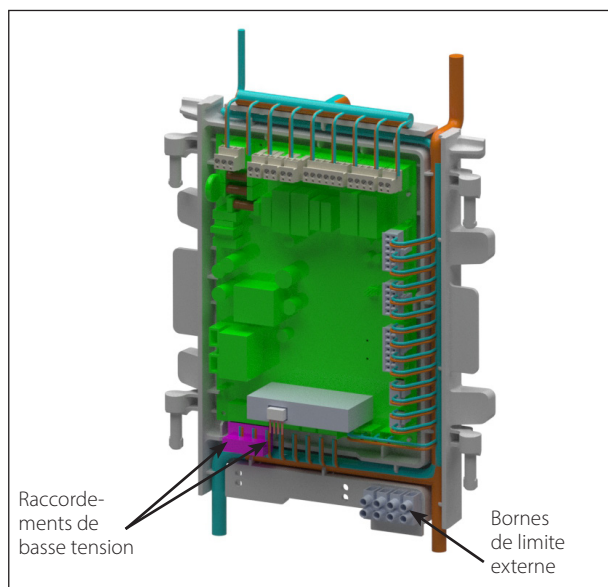

Fig. 32 - Raccordements de basse tension
Les bornes de basse tension sont situées au bas du module de commande CTRLMax. Les bornes de tension de ligne sont situées dans le coin inférieur droit, comme l'illustre la Fig. 32 à droite.
1. Raccordez les fils de l'aquastat ou du capteur de température d'ECS aux bornes de basse tension X4-1 et 2 situées au bas du module de commande CTRLMax, comme l'illustre la *Fig. 32*.
3. Raccordez les fils de limite externe aux bornes de basse tension de limite de réinitialisation manuelle ou de limite de réinitialisation automatique situées dans le coin inférieur droit du boîtier du module de commande CTRLMax, comme l'illustre la *Fig. 32*.
1. Raccordez les fils du capteur de température du système aux bornes de basse tension X5-3 et 4 situées au bas du module de commande CTRLMax, comme l'illustre la *Fig. 32*.